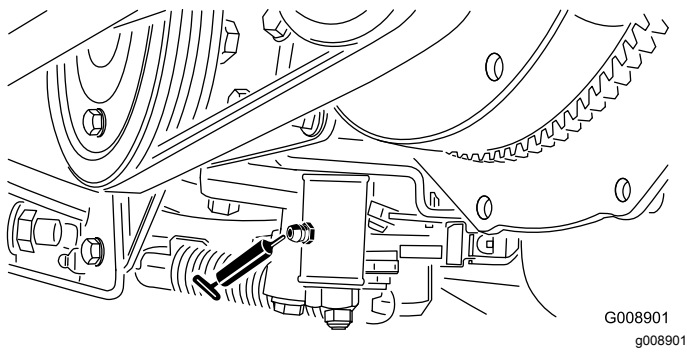

Figura 39
- Meccanismo di regolazione in folle (**Figura 39**)